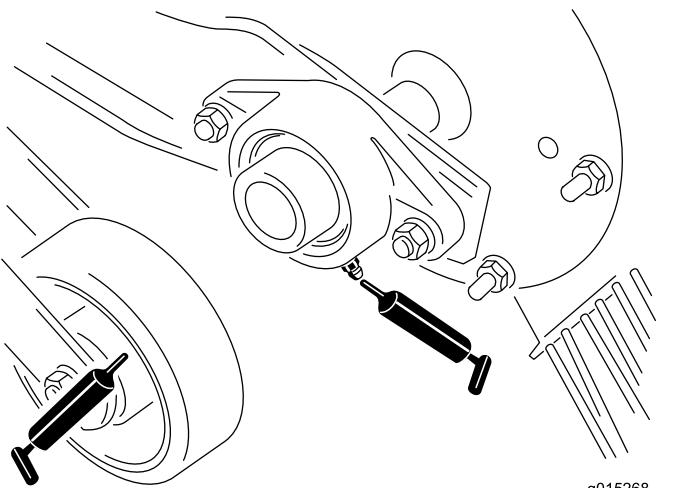
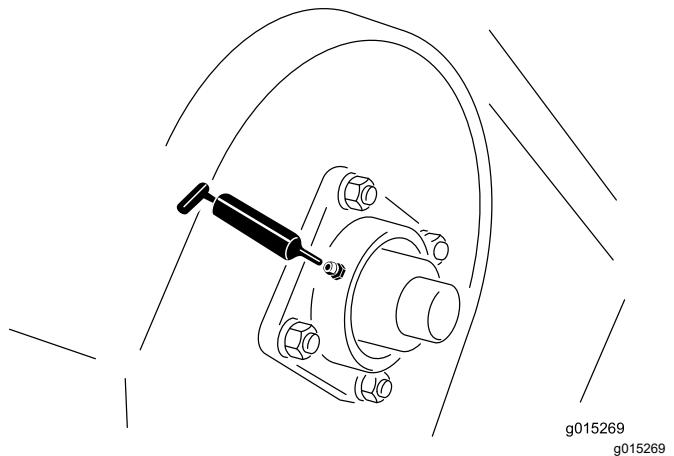
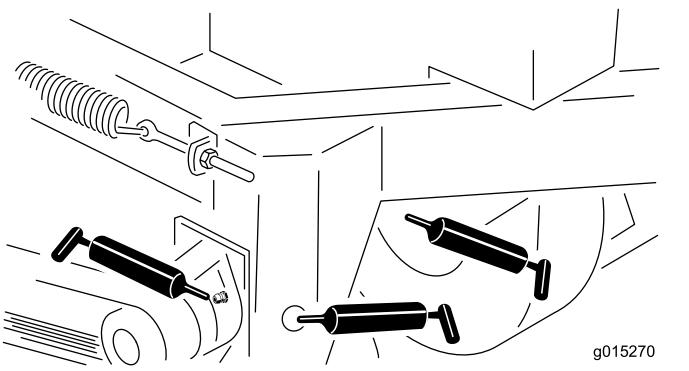

Figura 11
Figura 12
Figura 13
2. Bombee grasa en el cojinete o el casquillo (Figura 11, Figura 12, y Figura 13).